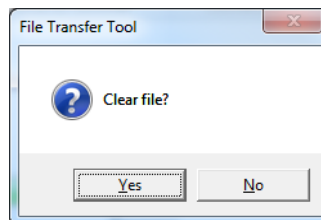

Figura 3-6: Finestra di dialogo File
9. Dopo che i file Alibi e transazione veicoli vengono letti dal terminale, un messaggio pop-up (Figura 3-6) chiede se i file devono essere cancellati.